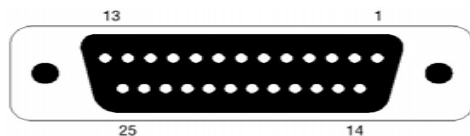

图 5-1
■T 型 485 接口 DB-25 芯孔座, 引脚序号如图 5-1: